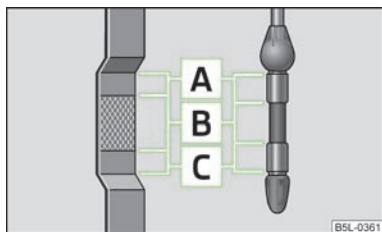

Fig. 116
La varilla indicadora del nivel de aceite indica el nivel de aceite de motor » fig. 116.
- El nivel de aceite no debe sobrepasar nunca la zona **A** » fig. 116. ¡Riesgo de daños en el sistema de gases de escape!